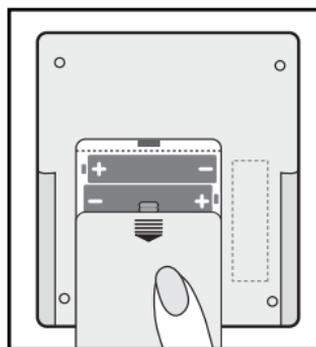

Рис.1
1. Откройте крышку отсека для элементов питания и вставьте 4 элемента типа AA, как указано на схеме, расположенной внутри отсека. Убедитесь, что полярность соблюдена. Не прилагайте чрезмерных усилий при снятии крышки отсека для элементов питания (рис. 1).